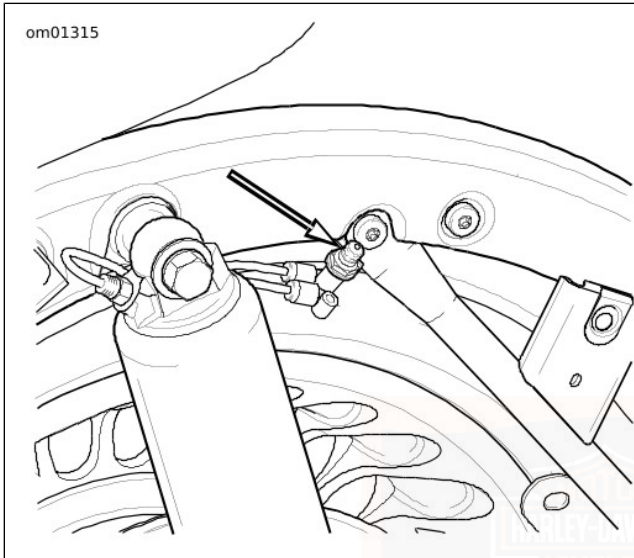

Abbildung 19. Hinterradluftfederungsventil
2. Siehe Abbildung 19. Die Kappe vom Luftventil hinter dem Stoßdämpfer an der linken Stoßdämpferseite abnehmen.